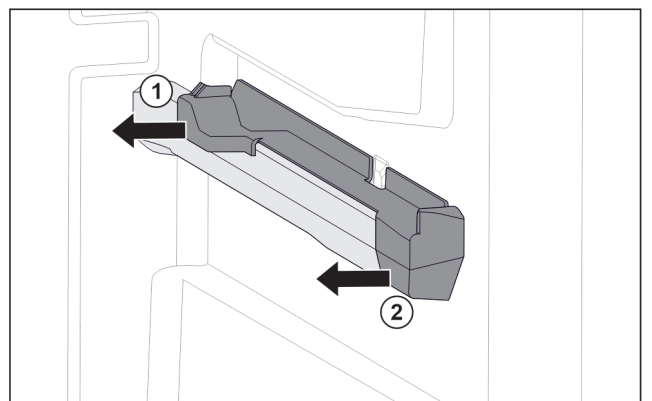

Fig. 68 Pieza de acoplamiento en la nervadura para recipientes derecha
- ▶ Retire la pieza de acoplamiento por detrás lateralmente. Fig. 68 (1)
- ▶ Retire la pieza de acoplamiento por delante lateralmente. Fig. 68 (2)